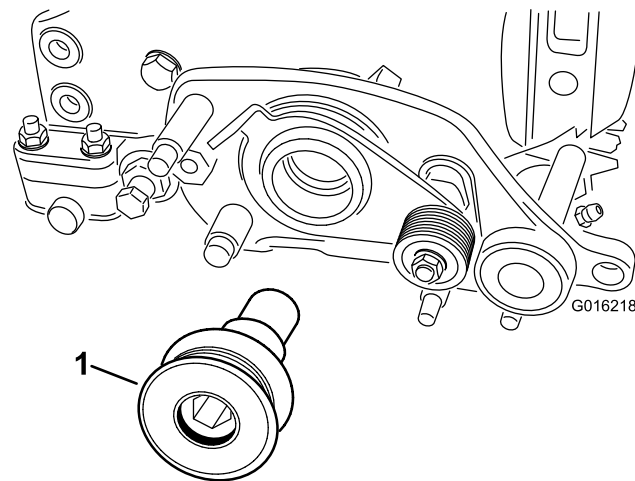

Figure 12
2. Fixez la poulie d'entraînement du groomer à l'arbre du cylindre (Figure 12).
3. Serrez la poulie d'entraînement (Figure 12) du groomer à 170 N·m.